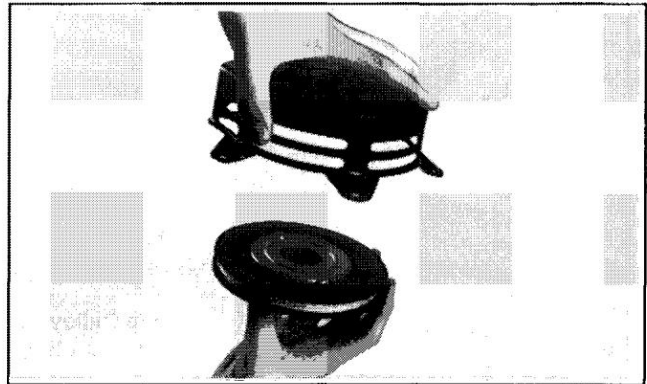

Figure 7-10. Installation de la poulie et du ressort dans le boîtier.
2. Installez la poulie avec l'ensemble ressort et support dans le boîtier du démarreur. Reportez-vous à la Figure 7-10.